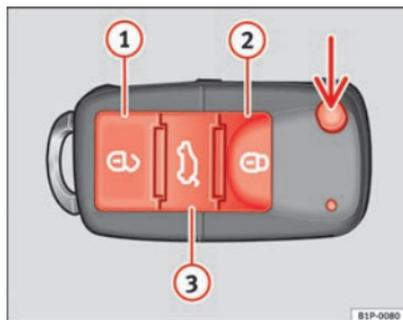

Fig. 45 Teclas de la llave con mando a distancia
Con la tecla ⇒ fig. 45 (flecha) del mando, se desbloquea el paletón de la llave.
Desbloqueo del vehículo ⇒ fig. 45 ①.
Bloqueo del vehículo ⇒ fig. 45 ②.
Desbloqueo del portón trasero. Pulse la tecla ⇒ fig. 45 ③ hasta que todos los intermitentes del vehículo parpaddeen brevemente. Al pulsar la tecla de desbloqueo ③, dispone de 2 minutos para abrir el portón. Una vez transcurrido este tiempo se bloqueará de nuevo.
- Pulse la tecla   ⇒ fig. 45 del mando a distancia.